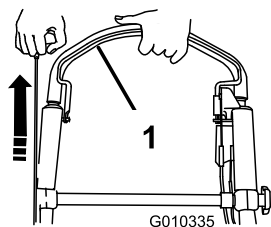

Figura 22
3. Sujete la barra de control de la cuchilla contra el manillar y tire del arrancador de retroceso (Figura 22).